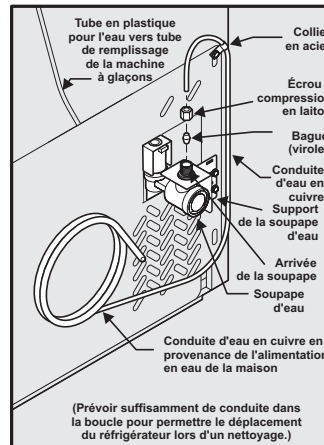

Figure 1
- 4 Si un tube en cuivre est utilisé - glisser un écrou à compression en laiton, puis une bague (raccord) sur la conduite d'alimentation en eau. Pousser la conduite d'alimentation en eau dans le robinet d'arrivée d'eau aussi loin que possible (6,4 mm - ¼ po). Glisser la bague (raccord) dans le robinet d'arrivée et serrer à la main l'écrou à compression sur le robinet. Serrer d'un autre demi-tour à l'aide d'une clé; NE PAS trop serrer. Vous reporter à la figure 1.